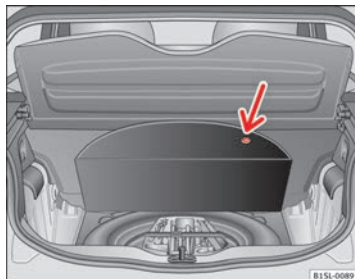

Fig. 136 Dans le coffre à bagages : Moquette levée.
L'outillage de bord, la roue de secours, la roue d'urgence ou le kit de crevaisson se trouvent dans le coffre à bagages, sous la moquette du plancher ⇒ fig. 136.
- Soulevez la moquette par le revêtement (flèche) ⇒ fig. 136.